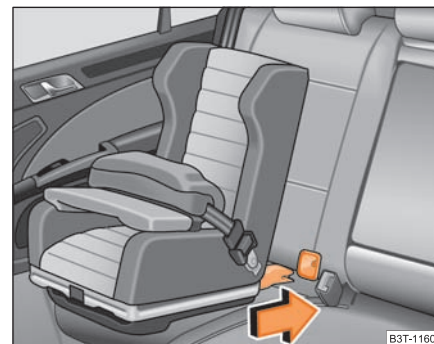

Fig. 188 Scaunul cu sistem ISOFIX se montează în dispozitivele de prindere existente.
- Împingeți brațele de fixare ale scaunului pentru copii prin elementele de prindere montate, în inele, până când se aude zgomotul specific de blocare ⇒ pagina 187, fig. 188.